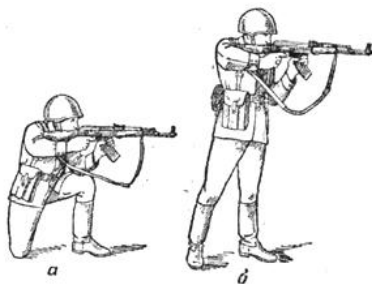

Рис. 106. Удержание автомата при стрельбе из положения:
- локоть левой руки поставлен на мякоть левой ноги у колена или несколько спущен с него, а локоть правой руки приподнят примерно на высоту плеча (рис. 106, а) *при стрельбе из положения с колена вне окопа*;
- локоть левой руки прижат к боку около сумки для гранат, если автомат удерживается за магазин, а локоть правой руки приподнят примерно на высоту плеча (рис. 106, б) *при стрельбе из положения стоя вне окопа*.